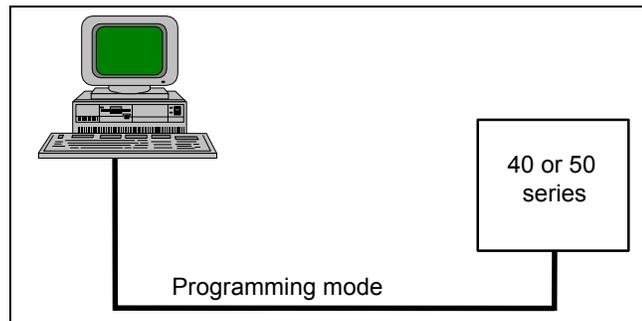

图 6-13： 在串行接口( COM1 )的编程协议设置
- 这个协议使用中央处理单元的串行接口(COM1)，作为 ABB 编程接口的装置保留 (参见图 6-13)。